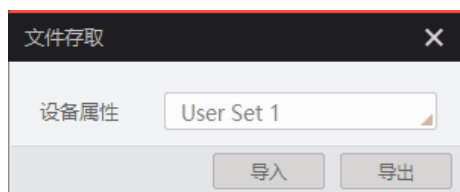

图8-6 导入或导出
2. 在弹出的文件存取对话框中，选择需要存取的设备属性，单击导入或导出即可，如图 8-6 所示。